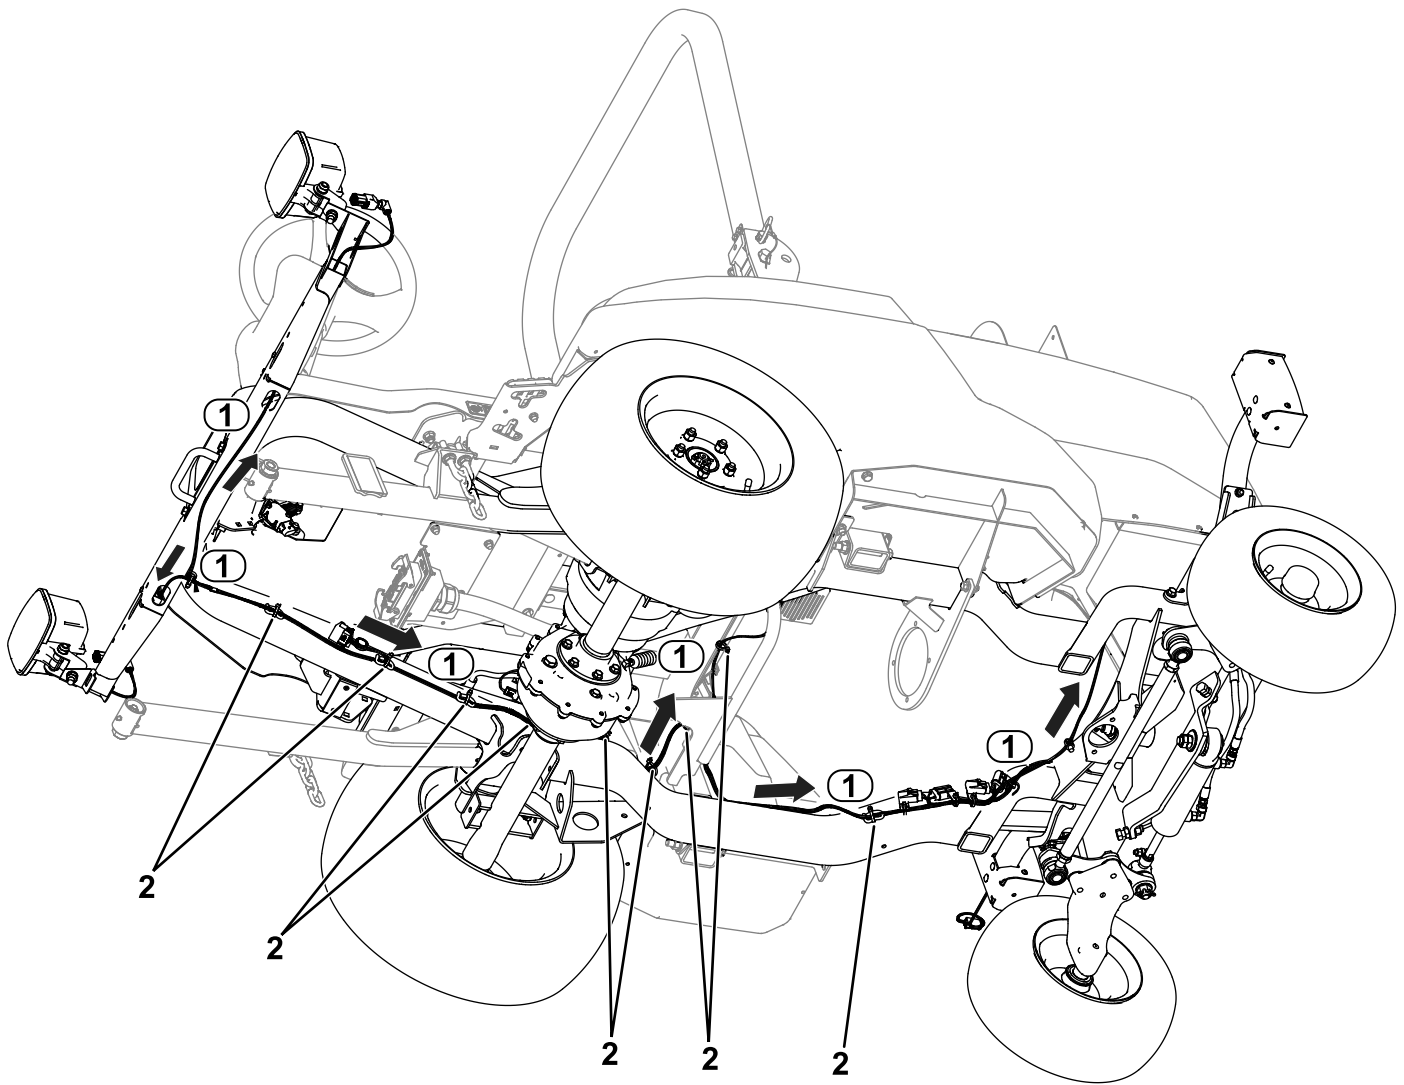

Figure 28
1. Acheminez le connecteur de faisceau étiqueté LH HEADLIGHT (P04) jusqu'au côté gauche de la machine (Figure 28). Connectez le faisceau au phare.
2. Acheminez le connecteur de faisceau étiqueté RH HEADLIGHT (P05) jusqu'au côté droit de la machine (Figure 28). Connectez le faisceau au phare.
3. Acheminez le connecteur de faisceau étiqueté LH REAR LIGHT (P01) jusqu'au côté arrière gauche de la machine (Figure 28).
4. Acheminez le connecteur de faisceau étiqueté RH REAR LIGHT (P02) jusqu'au côté arrière droit de la machine (Figure 28).
7. Branchez le connecteur de faisceau étiqueté LH REAR LIGHT (P01) sur le feu arrière (Figure 28).
8. Branchez le connecteur de faisceau étiqueté RH REAR LIGHT (P02) sur le feu arrière (Figure 28).
15. Placez les attache-câbles sur le faisceau comme montré à la Figure 28.